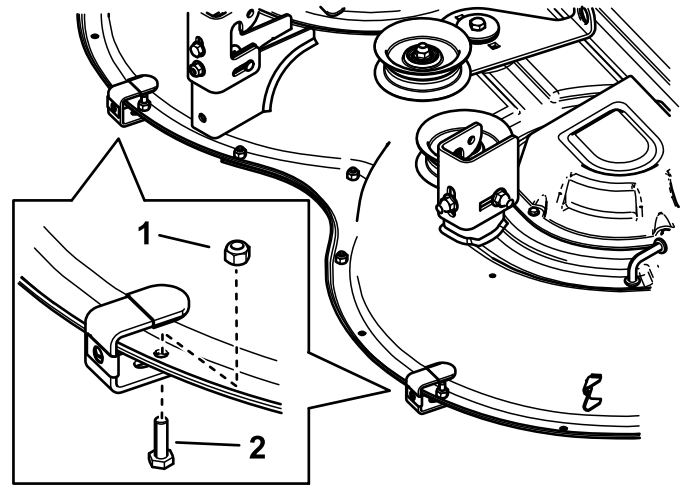

Figur 1
2. Monter et lokk og en hastighetsmutter på hver monteringsbrakett (Figur 1).